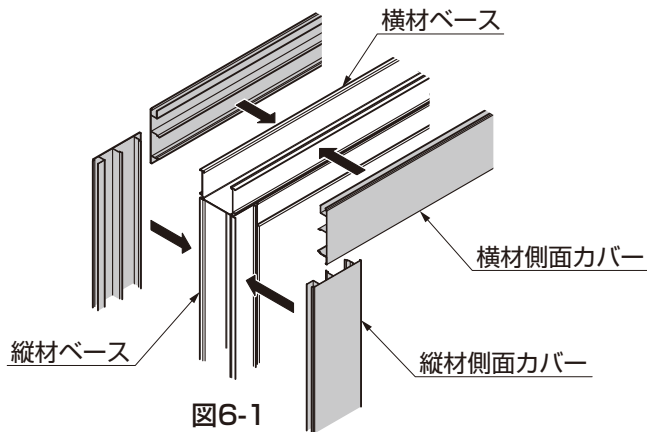

図6-1
- ①ベースに側面カバーを取付けてください。(図6-1参照)